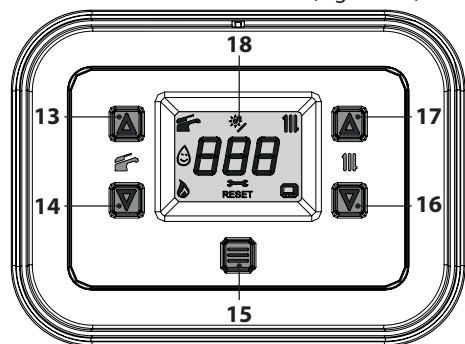
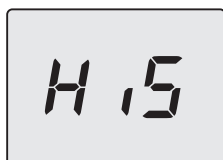

Figura 8.1
Figura 8.2
- Entrare in "modalità programmazione" premendo contemporaneamente per 5 secondi i tasti 14 e 16 (Figura 8.1) fino a far apparire sul display LCD le lettere **HiS** che indicano il menu "Storico delle caldaia" (Figura 8.2).
- Premere per 1 sec. il tasto 15 (Figura 8.1) per entrare nel parametro selezionato. Il display visualizzerà quanto segue (Figura 8.5).
- Premendo il tasto 15 (Figura 8.1) si ottiene la conferma del valore inserito. Il display visualizzerà per 5 sec. quanto segue (Figura 8.7) poi, si porterà al livello superiore.
- Premendo contemporaneamente i tasti 14 e 16 (Figura 8.1) si esce senza modificare il valore (ritorno al livello precedente Figura 8.4).
- tenere premuti contemporaneamente i tasti 14 e 16 per 5 sec. (Figura 8.1) (ritorno al livello precedente).